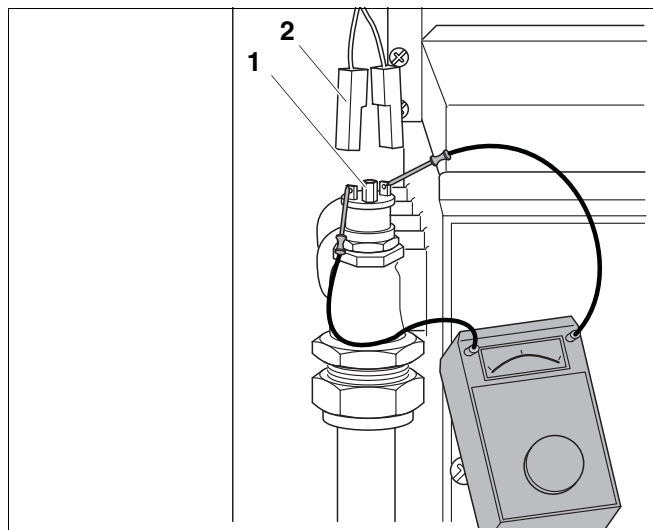

Fig. 16 Deblocarea termostatului de siguranță și verificarea lui
- Prin apăsarea butonului roșu se deblochează STB-ul (Fig. 16, Poz. 1).
- Se desface conexiunea (Fig. 16, Poz. 2) a cablului la STB.